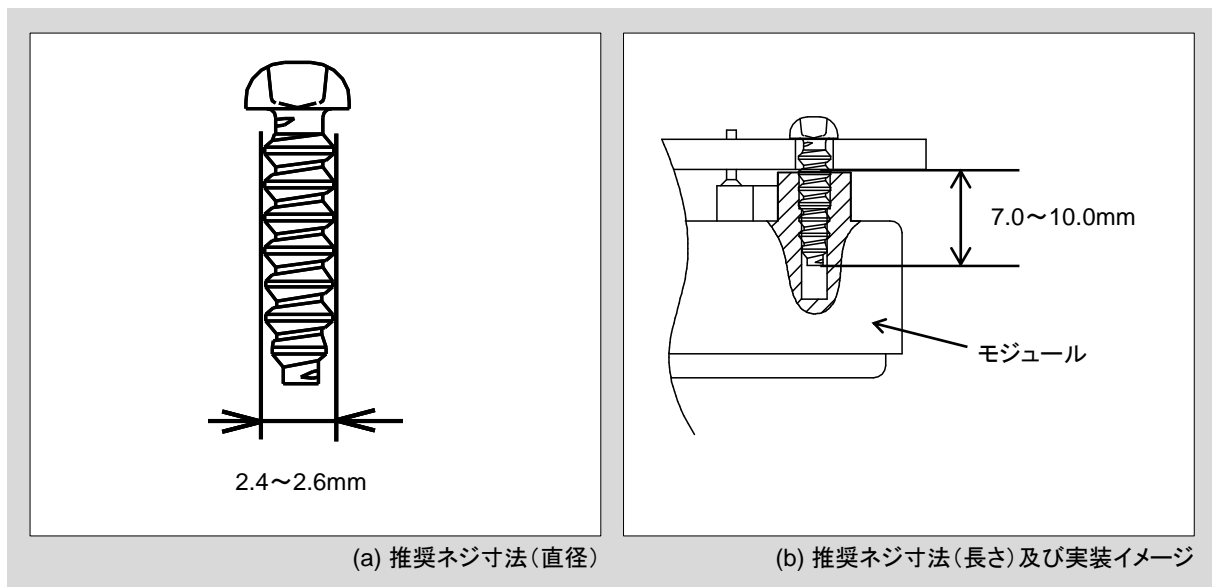

図9 推奨ネジの寸法及び実装イメージ
4. モジュールとPCBの固定に使用するネジは、図9に示す様に、直径が2.4~2.6mm、長さはPCBの下面から7.0~10.0mmとなるネジをご使用下さい。